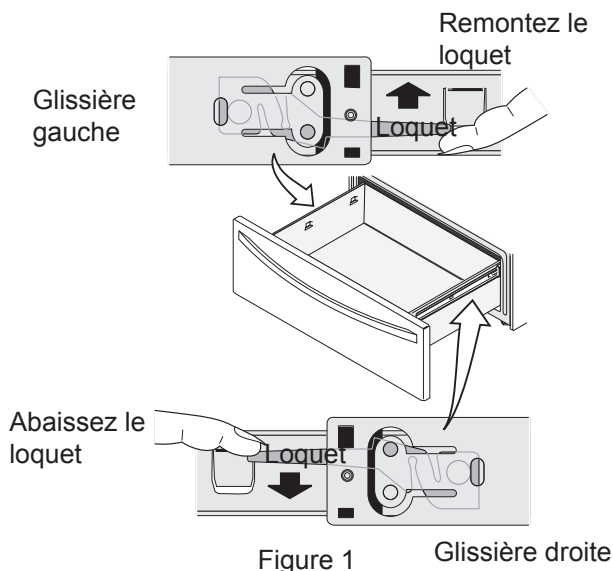

Figure 1 Glissière droite
2. Localisez les loquets de chaque côté du tiroir. Tirez vers le haut sur le loquet de la glissière gauche et poussez vers le bas sur le loquet de la glissière droite (figure 1).